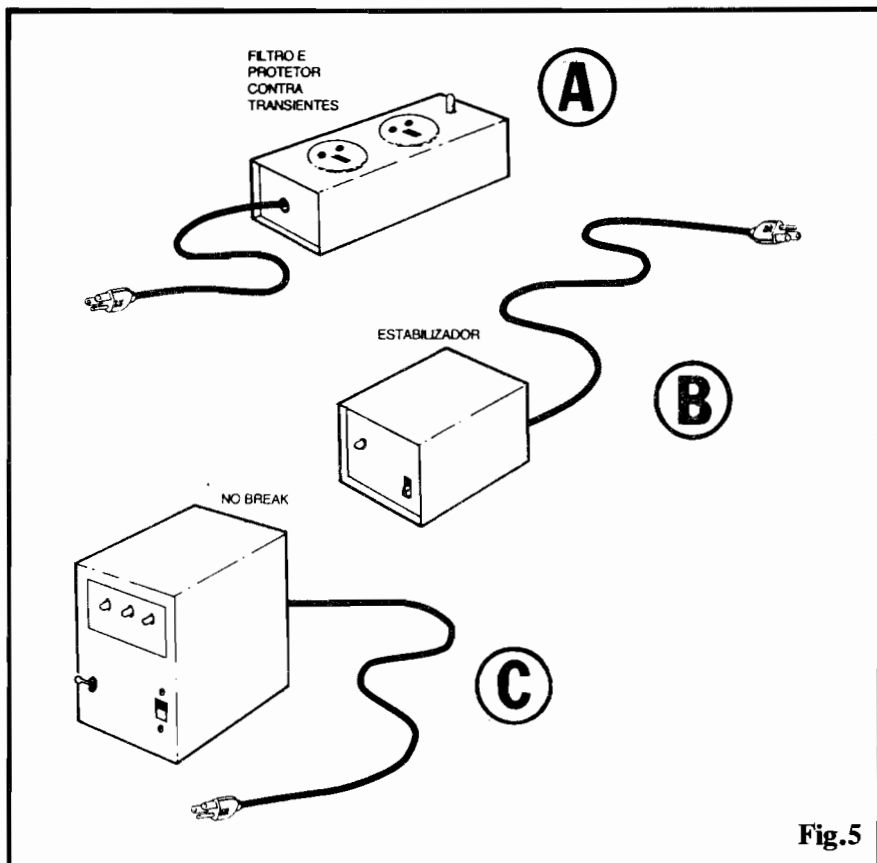

Fig.5
- FIG. 5 - OS "ANJOS DA GUARDA" DO PC... - O título do presente bloco não é uma homenagem aos guarda-costas daquele careca estrábico, cúmplice do "caçador de marajás"